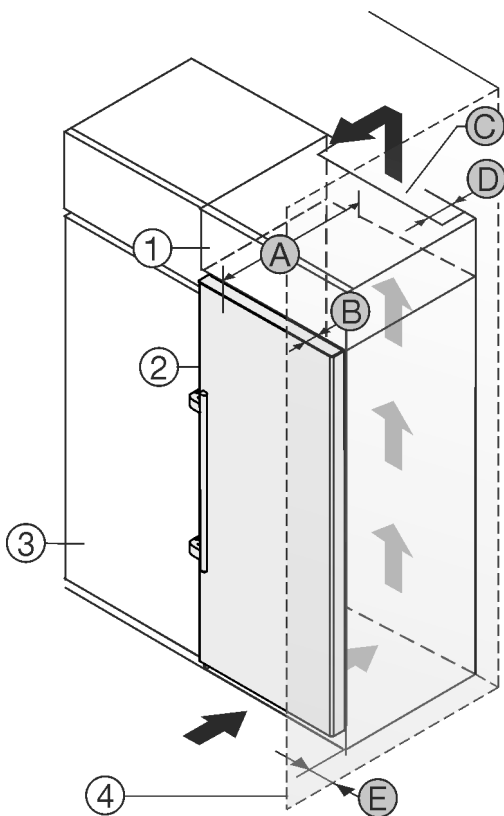

Fig. 2
Ви можете встановити пристрій безпосередньо поряд із кухонною шафою Fig. 2 (3).\*
Зі зворотного боку шафи для встановлення на пристрій слід передбачити вентиляційну шафу завглибшки Fig. 2 (D) на всю ширину цієї шафи.\*
Слід дотримуватись вентиляційного отвору Fig. 2 (C) в стелі приміщення.\*
Якщо пристрій із шарнірами встановлюється поряд зі стіною Fig. 2 (4), відстань між пристроєм та стіною повинна бути не менше 57 мм. Це відповідає необхідній відстані для ручки після відкривання дверцят.\*
Щоб мати можливість повністю відкривати дверцята, потрібно, щоб пристрій виступав на відстань глибини дверцят Fig. 2 (B) відносно передньої панелі кухонної шафи. Залежно від глибини кухонних шаф Fig. 2 (3) та використання пристінних розпірок пристрій може ще більше виступати вперед.\*